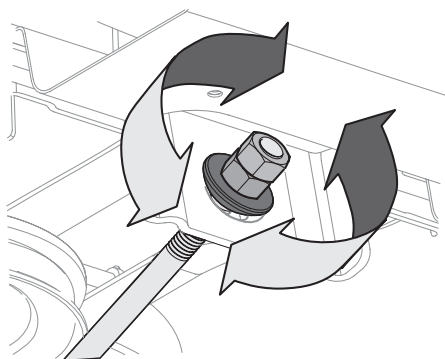

Figure 29
4. Pour **relever** l'avant du plateau de coupe, desserrez l'écrou supérieur, puis resserrez l'écrou inférieur (tournez vers la droite). Voir Figure 29. Après avoir effectué le réglage approprié, serrez l'écrou à un couple de 25 à 30 pi-lb (34 à 41 N-m).
5. Pour **abaisser** l'avant du plateau de coupe, desserrez l'écrou supérieur, puis desserrez l'écrou inférieur (vers la gauche). Voir Figure 29. Une fois le réglage approprié effectué, serrez l'écrou supérieur.